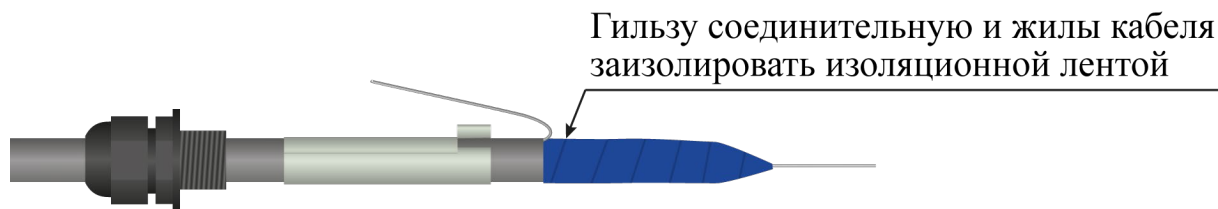

Рисунок 4.19
- гильзу соединительную и жилы кабеля ТППЭп заизолировать изоляционной лентой (рисунок 4.19);